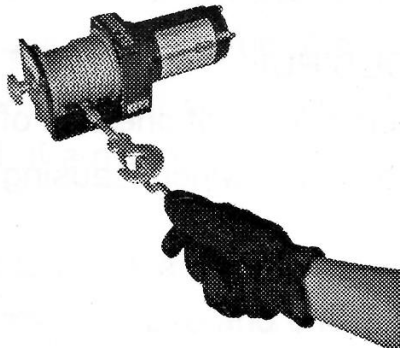

Abb. 2
- Stecken Sie niemals einen Finger durch den Haken. Sollte Ihr Finger im Haken feststecken, besteht die Gefahr dass Sie den Finger verlieren könnten. Nutzen Sie immer den mitgelieferten Metallhaken, um das Seil herauszuziehen (Abb. 2).